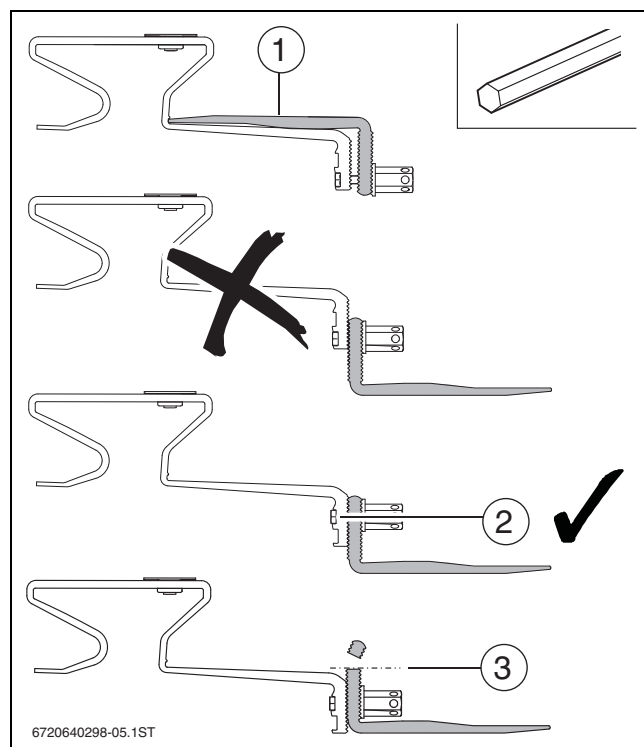

Рис. 21 Подготовка крепления
- Переставьте нижнюю часть кровельного крюка в верхнее отверстие кровельного крюка. Пока не затягивайте гайку (→ рис. 21).